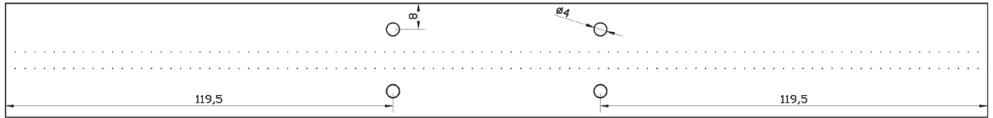

Fig. 3
3) Per una maggiore facilità di lavorazione è consigliabile realizzarne due alla volta, pertanto: tagliamo un segmento di barra a "T" della lunghezza di 303 mm.; i 3 mm in eccesso ( $150+150+3=303$ ) tengono conto dello spessore di materiale asportato dalla lama della troncatrice o del disco abrasivo da taglio quando separeremo i due chiodi. **Lavorazione da eseguirsi sull'ala orizzontale da 35 mm:** punzoniamo alle misure indicate e realizziamo i fori da 4 mm costituenti i raccordi dei tagli trasversali e longitudinali. (Fig. 3).